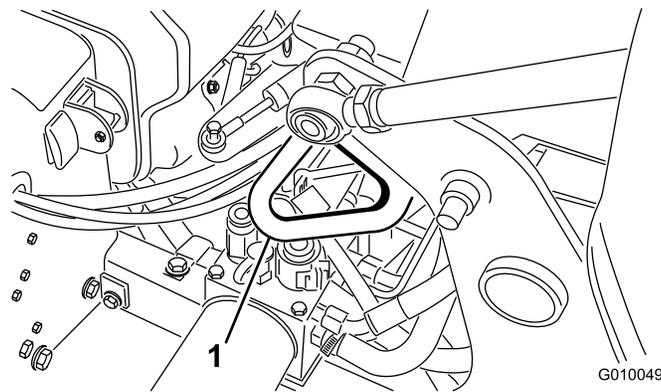
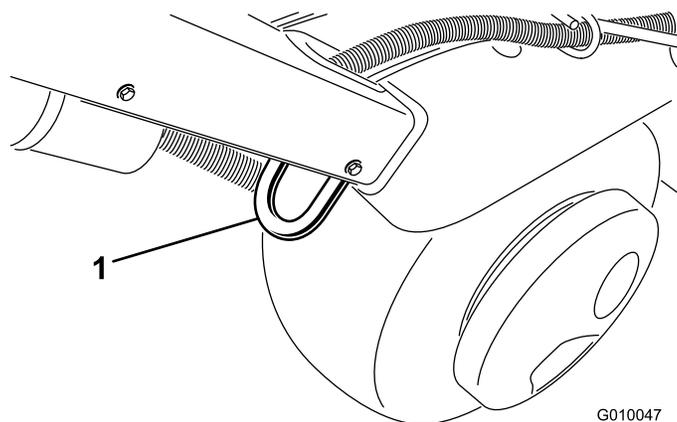

Figura 34
Figura 32
3. Fissate saldamente i punti d'attacco dell'arieggiatore (Figura 32 attraverso Figura 34) al rimorchio o all'autocarro per mezzo di cinghie, catene, cavi o corde.